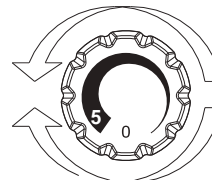

Fig. 2
- La regolazione della temperatura per entrambi i compartimenti si effettua ruotando la manopola del termostato (Fig. 2). Selezionare la posizione desiderata: